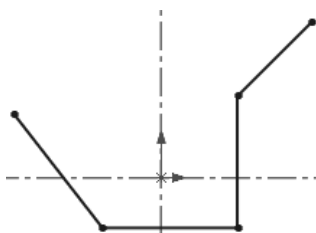

图 5.3 绘制的直线
(2) 绘制直线。选择下拉菜单 **工具(T)** → **草图绘制实体(E)** → **直线(L)** 命令,在图形区中绘制图 5.3 所示的直线。